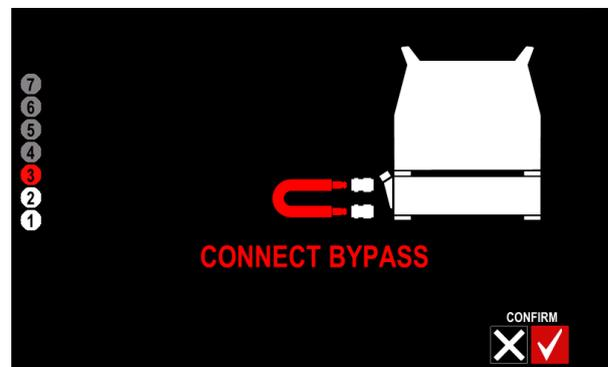

Figura 16
- Ligue o tubo flexível curto vermelho com conectores rápidos de água (DERIVAÇÃO incluída com o equipamento) ao terminal de saída azul e vermelho na frente do refrigerador (Figura 16 ou 24). Observe o circuito do líquido de refrigeração.